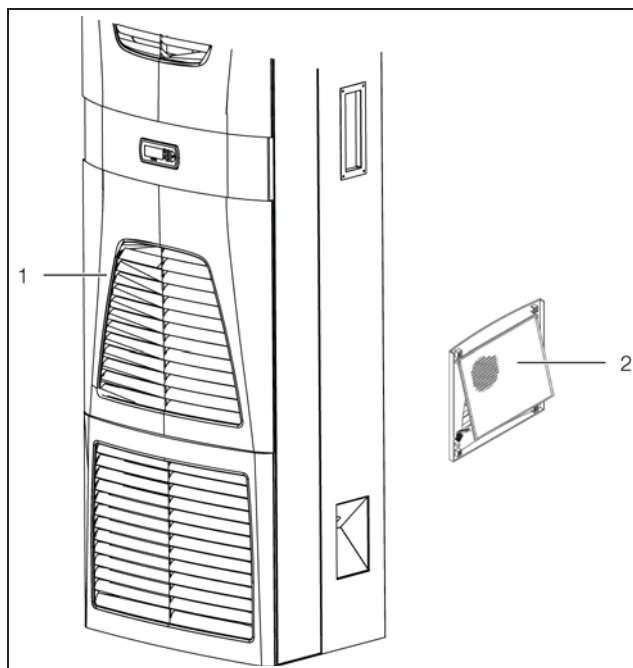

Imagen 51: Montar la estera filtrante (3360.100, 3360.250, 3360.470)
- Extraiga la rejilla de entrada de aire de la caja (imagen 51, pos. 1).
- Introduzca la estera filtrante (Ref. 3286.410) en la rejilla (imagen 51, pos. 2) y vuelva a insertarla en la caja.